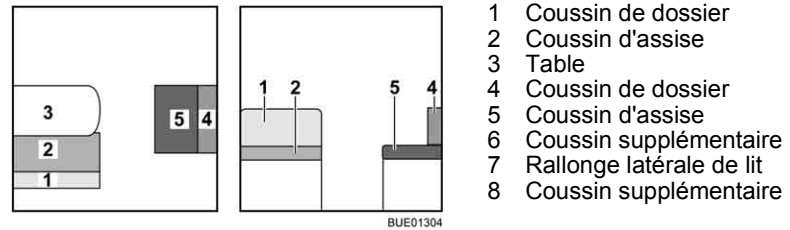

Fig. 127 Avant la transformation
- Convertir la table (Fig. 127,3) en sommier de lit (voir paragraphe 6.10).
- Enlever le coussin de dossier (Fig. 127,1) et le placer de côté.